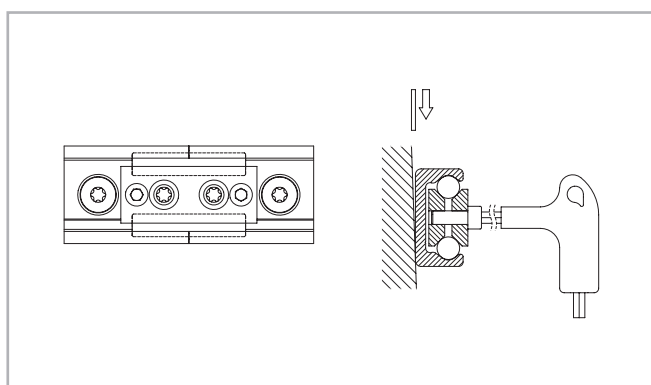

Fig. 174
- (3) Sistemare l'attrezzo di allineamento sulla giunzione delle guide e serrare uniformemente ambedue le viti di regolazione finché le piste sono allineate (vedere fig. 174).
- (4) Successivamente verificare se i lati posteriori di ambedue le guide appoggiano in piano sulla superficie di montaggio. Nel caso si fosse formata una fessura, spessorarla.